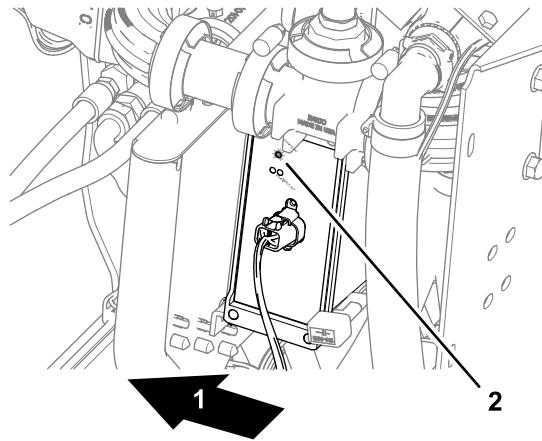

Bild 234
- Automatische Abschnittssteuerung: die STATUS-Anzeige leuchtet (Bild 234)